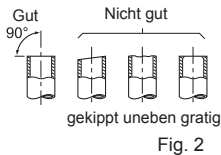

Fig. 3
- Achten Sie bitte beim Anschließen des Ablassschlauchs an das Hart-PVC-Rohr darauf, den Schlauch fest und sicher in das Rohr einzusetzen. (Fig. 3)
- Bringen Sie die Ablasskappe in dem Bereich an der Rückseite des Innengeräts an, an dem der Ablaufschlauch angeschlossen werden soll. (Fig. 3)
- Entfernen Sie sorgfältig alle Grate vom abgeschnittenen Rohrquerschnitt. (Fig. 3)